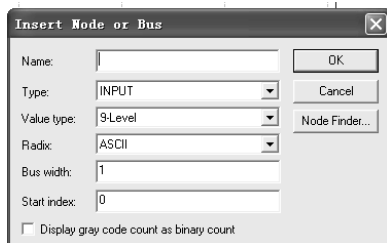

图 5.2.21 “Insert Node or Bus” 对话框
(3) 在矢量波形文件中加入输入和输出节点。在波形编辑器左边 Name 列的空白处右击或双击, “Insert Node or Bus” 对话框, 如图 5.2.21 所示。